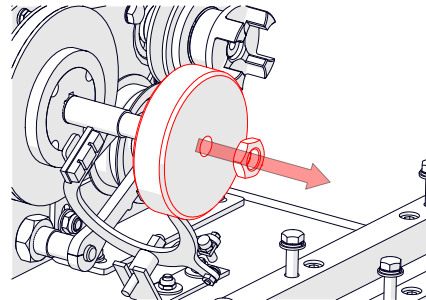

Fig. 17F - Extraer el disco de freno
7. Extraiga el disco de freno [con la llave fija de 24 mm] (Fig. 17F).